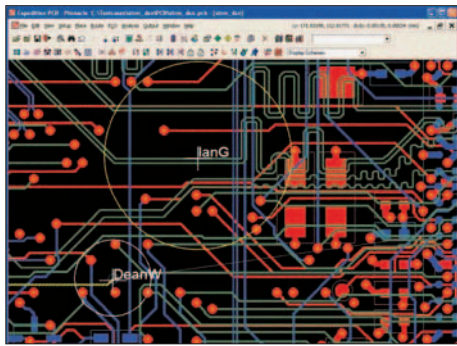

Рис.2. На дисплее отображаются области, в которых в данный момент работают клиенты
- клиент может установить режим динамического формирования запрещенной области. При включении такого режима вокруг курсора автоматически формируется круглая область с идентификатором клиента (рис.2). При продолжительной работе внутри этой области происходит ее автоматическое расширение (увеличивается радиус окружности), а при переходе в другую точку проекта радиус окружности уменьшается. В результате все участники сессии могут визуально ориентироваться, в каких областях платы работают их партнеры.